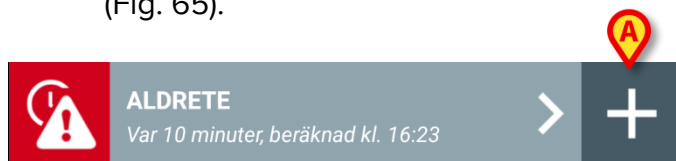

Fig. 65
- Klicka på ikonen **+** för rutan som motsvarar den önskade datauppsättningen (Fig. 65).